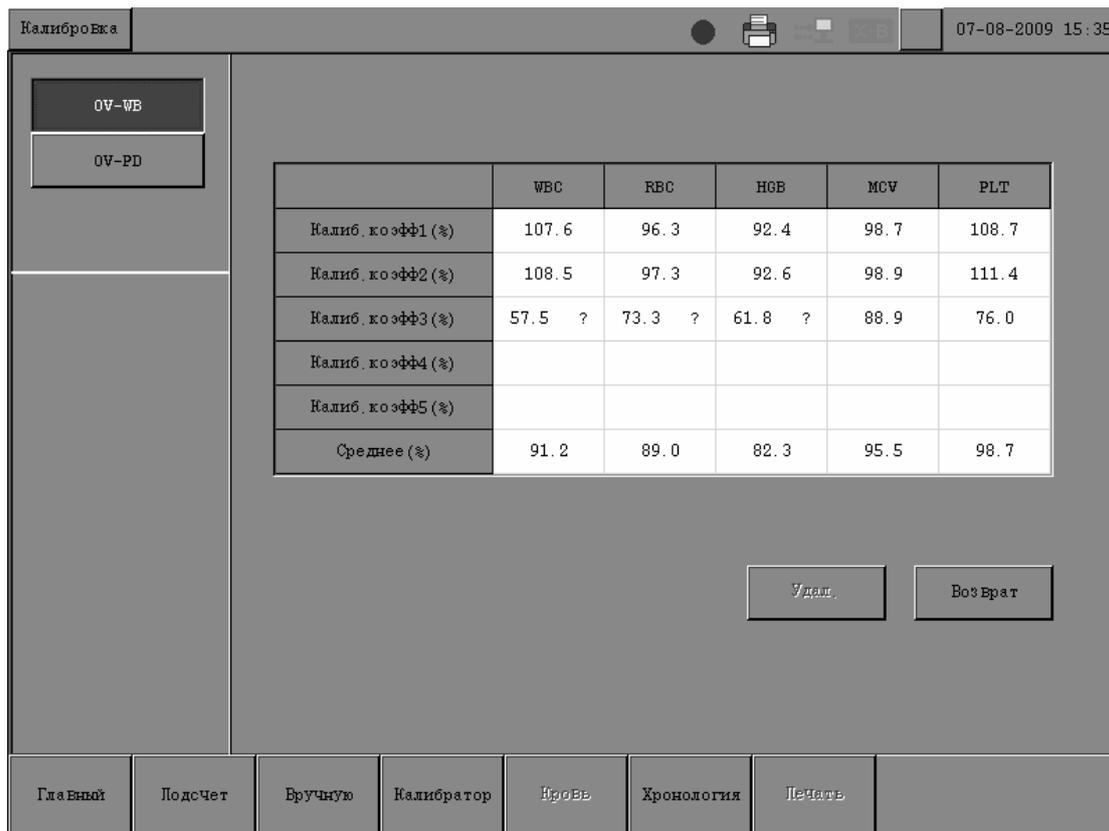

Рисунок 9-11 Экран расчета калибровки свежей кровью
11. После получения коэффициентов калибровки не менее 3 проб свежей крови, **НАЖМИТЕ** кнопку «Рассчитать» чтобы открыть экран, показанный ниже (Рисунок 9-11). Получите среднее значение коэффициентов калибровки.